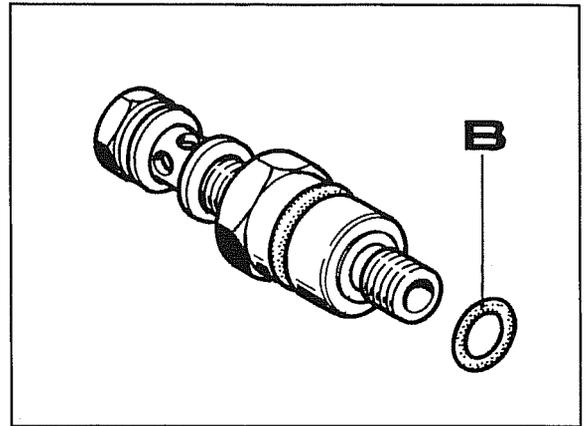

Abb. 28
4. Die Abb. 28 zeigt im Detail die Komponenten des Anschlusses, in dem die Dichtringe **B** auf Unversehrtheit zu prüfen sind, dann den Anschluß und die Druckleitung wieder einbauen.